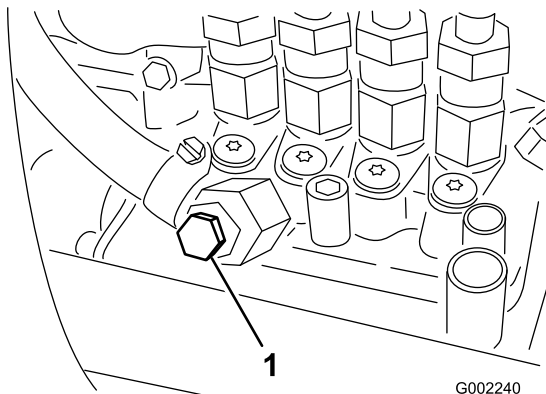

Figura 42
7. Abra el tornillo de purga de aire de la bomba de inyección de combustible (Figura 42).